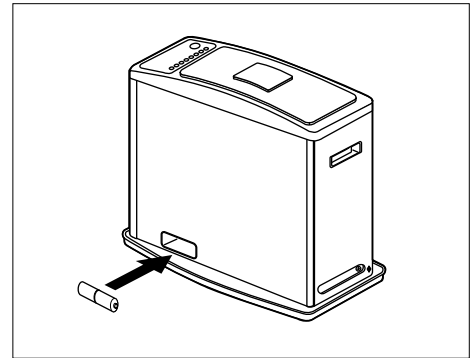

Fig. 3
6. INSTALACIÓN DE BATERIAS (fig. 3)
- Meta dos (2) baterías "D" (vienen con este calentador) de acuerdo a las marcas de símbolos positivos (+) y negativos (-) indicados en la caja.